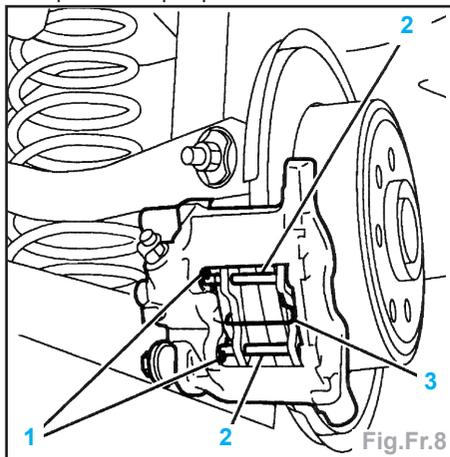

Fig.Fr.8
- Déposer (Fig.Fr.8) :
- les goupilles (1),
- les axes (2),
- le ressort (3).